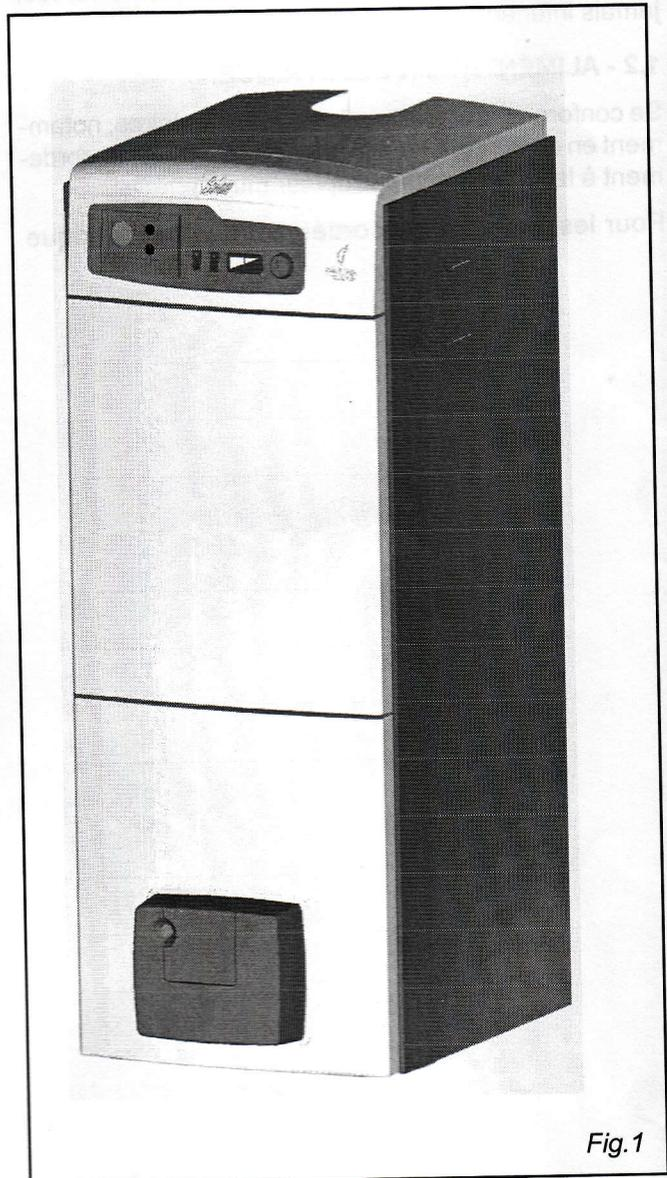

Fig.1
2.2 - PRÉSENTATION DE LA CHAUDIÈRE SA (Fig 1).